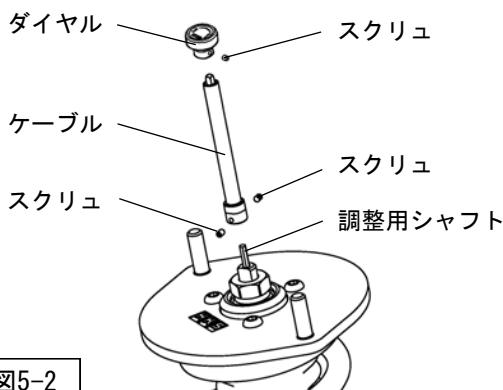

図5-2
2. 減衰力調整ケーブル（同梱品）からダイヤルを取り外し、リアサスペンションASSY先端の調整用シャフトにケーブルを取り付けてください。（図5-2）
スクリュの締付けは六角レンチ（1.5mm・同梱品）を使用してください。（図5-2）
5. ケーブルにダイヤルを取り付け、スクリュで固定してください。スクリュの締付けは六角レンチ（1.5mm・同梱品）を使用してください。（図5-2）